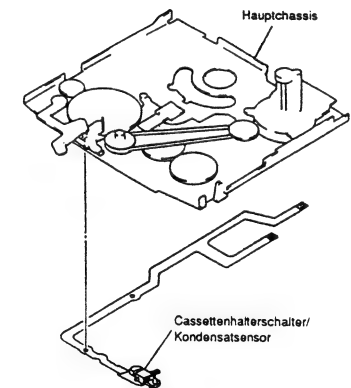

Abb. 2-74
- 2) Den Cassettenträgerhalter/Kondensatsensor aus dem Hauptchassis herausziehen (siehe Abb. 2-74).